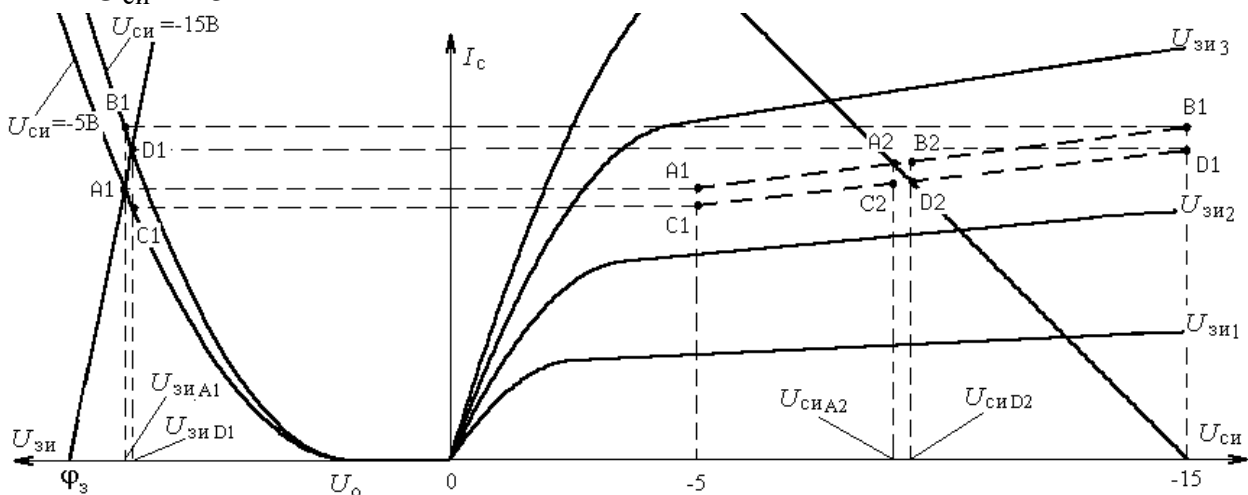

Рисунок 2 – Графическое определение рабочего режима
Модуляция длины канала в полевом транзисторе приводит к тому, что стоко-затворные характеристики веерообразно расходятся, а пологий участок на выходных характеристиках имеет наклон (рисунок 2). Поэтому графическое определение рабочего режима каскадов на полевых транзисторах усложняется. Необходим итерационный процесс, который заключается в следующем:
2. На стоко-затворные характеристики (рисунок 2) нанести линию нагрузки, определяемую уравнением  $U_{\text{зи}} = \varphi_3 + I_{\text{с}} R_{\text{и}}$ . Прямая проводится через точку  $(\varphi_3, 0)$  под наклоном, соответствующим значению сопротивления  $R_{\text{и}}$ . Для схемы ОИ – это  $R_4$ . Искомое рабочая точка лежит между точками  $A_1$  и  $D_1$ , то есть между точками пересечения линии нагрузки со стоко-затворными характеристиками, снятыми при  $U_{\text{си}} = -5\text{В}$  и  $U_{\text{си}} = -15\text{В}$ .